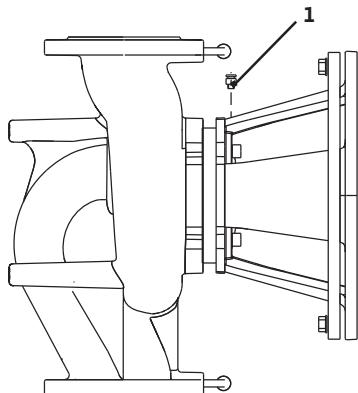

Fig. 40: Avluftrungsventil
- Avluftra pumpen genom att lossa avluftrungsventilen (Fig. 40, pos. 1). Torrkörning förstör pumpens mekaniska tätning. Differenstrycksgivaren får inte avluftra (risk för skador).